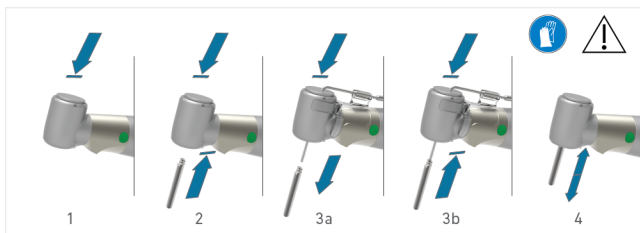

FIG. 3
1. Pressione o botão e, simultaneamente, puxe a ferramenta para fora (FIG. 3 passo 1).
2. Pressione o botão de pressão, insira a nova ferramenta até ao engate e solte o botão de pressão. (FIG. 3 passo 2).
3. Se utilizar o sistema de irrigação Kirschner Meyer, recomenda-se que deixe o tubo de arrefecimento colocado para trocar a ferramenta (FIG. 3 passo 3a e 3b).
facilmente e se esta permanece na posição quando se aplica tração (FIG. 3 passo 4).
2. Remova a broca (FIG. 3 passo 1).